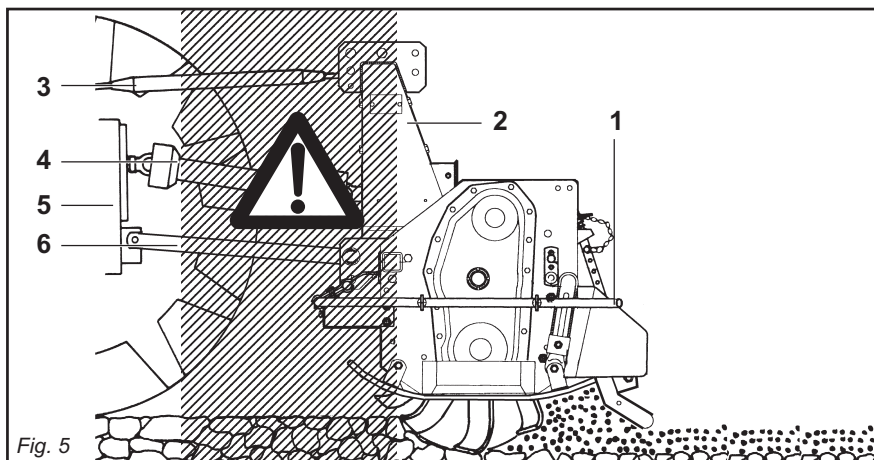

Fig. 5
- 25) È assolutamente vietato interpersi tra il trattore e la macchina (Fig. 5) con motore acceso e cardano inserito nonché senza aver azionato il freno di stazionamento. Mantenersi ad una distanza di sicurezza dalla macchina in lavoro, per possibili lanci di corpi contundenti.
- 29) È assolutamente vietato interpersi fra il trattore e l'attacco della macchina per manovrare il comando dall'esterno per il sollevamento (Fig. 5).
- 25) *It is absolutely forbidden to stand between the tractor and the machine (Fig. 5) when the engine is running and the cardan shaft is engaged without having first engaged the hand brake. Keep a safe distance from the shredder at work to avoid being hit by possible flying stones, etc.*
- 29) *It is absolutely forbidden to stand between the tractor and the implement when manoeuvring the lift control from the outside (Fig. 5).*
- 25) Il est absolument interdit de se mettre entre le tracteur et l'appareil (Fig. 5) quand le moteur est en marche et le cardan enclenché, sans avoir tiré le frein de stationnement. Se tenir à une distance de sécurité de la machine en fonctionnement, à cause du lancement possible d'objets contondants.
- 29) Il est absolument interdit de se mettre entre le tracteur et l'attelage pour manoeuvrer la commande de relevage de l'extérieur (Fig. 5).
- 25) *Es ist absolut verboten, bei laufendem Motor und eingeschalteter Gelenkwelle zwischen den Schlepper und das Gerät zu treten (Abb. 5). Dazu muß die Feststellbremse gezogen werden. Achten Sie bei der Arbeit mit der Maschine auf den nötigen Sicherheitsabstand aufgrund der Auswurfgefahr stumpfer Gegenstände.*
- 29) *Es ist absolut verboten, zwischen den Schlepper und den Anschluß zu treten, um die Aushebung von außen zu betätigen (Abb. 5).*
- 25) Está terminantemente prohibido colocarse entre el tractor y el equipo (Fig. 5) con motor encendido y cardán inserido, o sin haber accionado el freno de estacionamiento. Manténgase a una distancia de seguridad de la máquina durante el trabajo, porque puede proyectar objetos.
- 29) Está absolutamente prohibido colocarse entre el tractor y el enganche para maniobrar el mando desde el externo en la fase de elevación (Fig. 5).